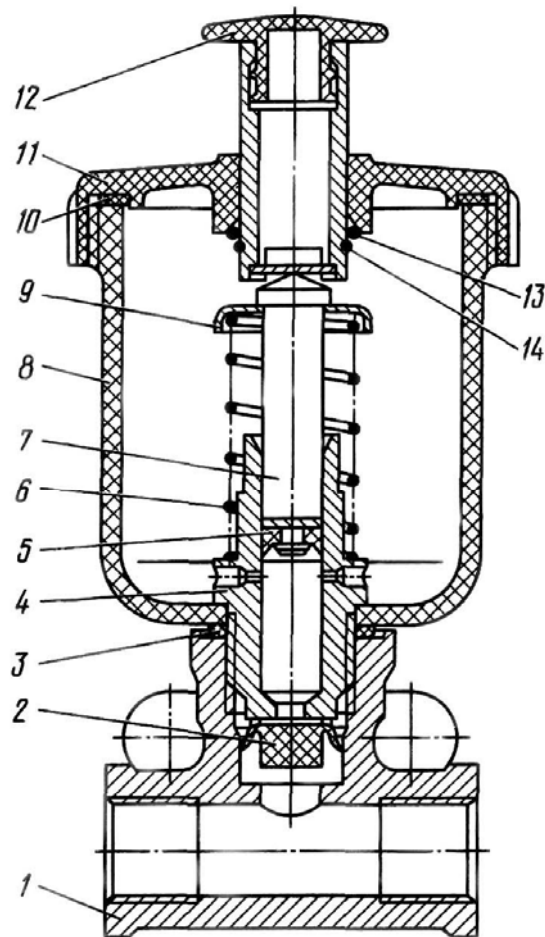
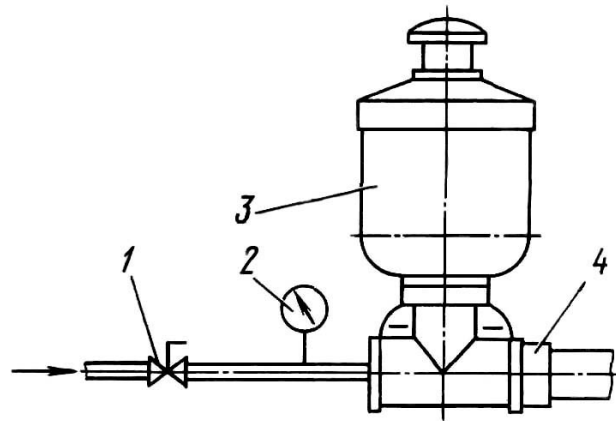

Рис.69. Противозамерзатель:
Рис.70. Схема испытания противозамерзателя:
1. Отвернуть крышку 11 (рис.69) и снять ее в сборе с толкателем.
Проверить работу противозамерзателя на стенде, подсоединив его так, как показано на рис.70. При этом кран 1 должен быть закрыт, подвижный запор 4 отведен.
Установить пружину 6 (см. рис.69), шайбу 9, шток 7 и крышку 11 в сборе с толкателем. Нажатием на кнопку 12, переместить толкатель 4 - 5 раз. Закрыть кран 1 (см. рис.70), отвести подвижный запор 4, при этом в канале корпуса должно быть наличие жидкости.
После испытаний снять крышку 11 (см. рис.69) в сборе с толкателем и шток 7, слить жидкость, удалить с деталей следы жидкости и эмульсии, установить снятые детали.